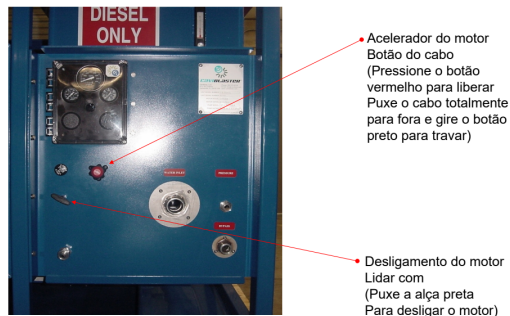

Figura 5.1 - Desligamento do motor e controle do acelerador
- 7) Acelere o motor completamente puxando o botão preto do cabo do acelerador totalmente para fora e girando o botão para travá-lo (consulte a Figura 5.1).
- 9) Se o mergulhador que estiver operando a unidade precisar ser substituído ou a operação de limpeza tiver que ser interrompida ou encerrada, desengate a bomba de pressão empurrando a alavanca do acelerador para a posição de marcha lenta e empurrando a manopla da PTO para a posição desligada (Ver Figura 5.1). **Libere a pressão da água na (s) mangueira (s) pressionando o gatilho da Pistola para a posição aberta ou “LIGADA” (consulte a Figura 5.3) enquanto estiver debaixo d'água.** Volte para a etapa 3 das instruções de operação quando o mergulhador ou substituto estiver pronto para continuar a limpeza.
1. Engate a bomba de pressão puxando a alavanca da PTO (consulte a Figura 5.2) para a posição ON para engatar a embreagem. Empurre o botão vermelho no painel de controle (consulte a figura 5.1), puxe o cabo totalmente para fora e gire o botão preto para travar.
1. Ajuste a rotação do motor para marcha lenta pressionando o botão vermelho do cabo do acelerador (consulte a Figura 5.1).
3. Desligue o motor puxando a alavanca preta de desligamento do motor para fora (consulte a Figura 5.1).